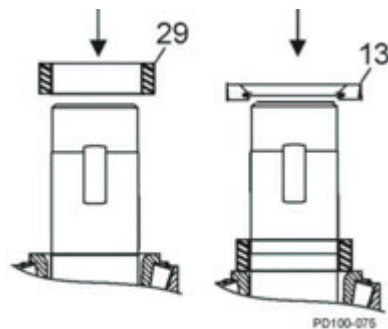

Abb.89 Einbau der hinteren Dichtung
1. Installieren Sie die Distanzringe des Getriebes (Abb. 89, Pos. 29).
3. Drücken Sie die Öldichtungen mit der Feder nach außen ein. (Abb. 89, Pos. 13).